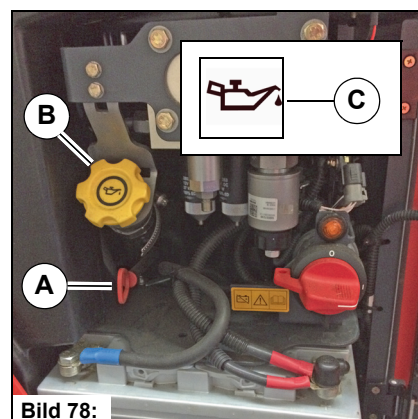

Bild 78:
Kontrollera motoroljenivån med oljemätsticken **Bild 78-A**. Fyll på motorolja vid behov. Öppna locket **Bild 78-B**. Påfyllningsmängd/specifikation, se Tekniska data på sidan 104.
Om varningssymbolen **Bild 78-C** visas finns det risk för motorskador. Stäng av motorn direkt och kontrollera motoroljenivån.
- Om varningssymbolen Motoroljetryck **Bild 78-A** på multifunktionsdisplayen lyser när motorn är igång finns det risk för en motorskada! Stanna alltid fordonet i ett säkert område. Stäng av motorn direkt och kontrollera oljenivån. Åtgärda orsaken till det saknade motoroljetrycket.